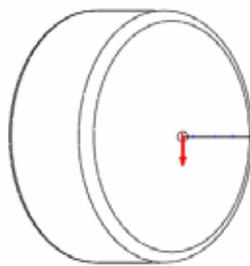

图 35-16
- (7) 单击  完成扫描截面的绘制，调整材料的移除方向应为如图 35-16 所示（否则，应单击【方向】菜单中的【反向】）。